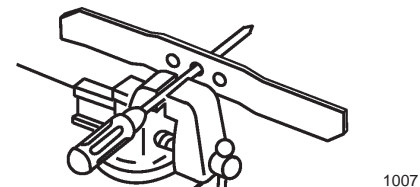

Bild 34
- Kontrollieren Sie die Wucht des Messers, indem Sie das mittlere Loch im Messer über einen Nagel oder einen Schraubenzieherschaft hängen, den Sie horizontal in einen Schraubstock einklemmen (Bild 34).